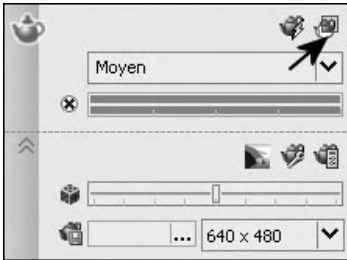

Fig.12.19
- 2 Sélectionnez la zone à rendre par deux points (fig.12.19).